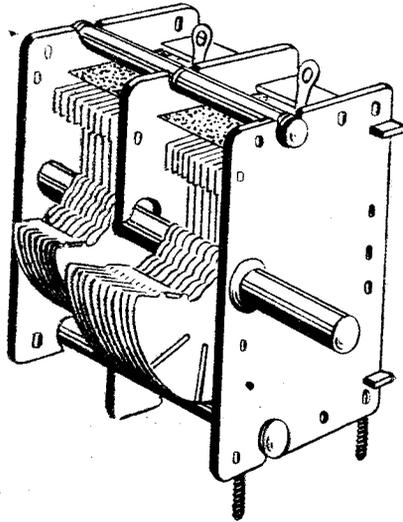

FIG. 5
- 1) O condensador variável contém uma seção (a de RF) de construção normal, sendo a seção osciladora de capacidade menor (fig. 5). Geralmente, êsses condensadores possuem na seção normal a capacidade máxima de 365 pF, enquanto que a outra possui apenas 162. A curva do corte das chapas móveis é calculada de tal maneira que a diferença das frequências nos dois circuitos seja sempre igual à FI (geralmente, 455 KHz).